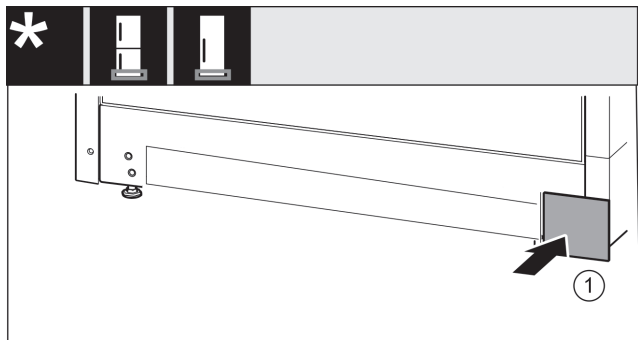

Fig. 16
- Vuelva a colocar la cubierta en el otro lado. Fig. 16 (1)